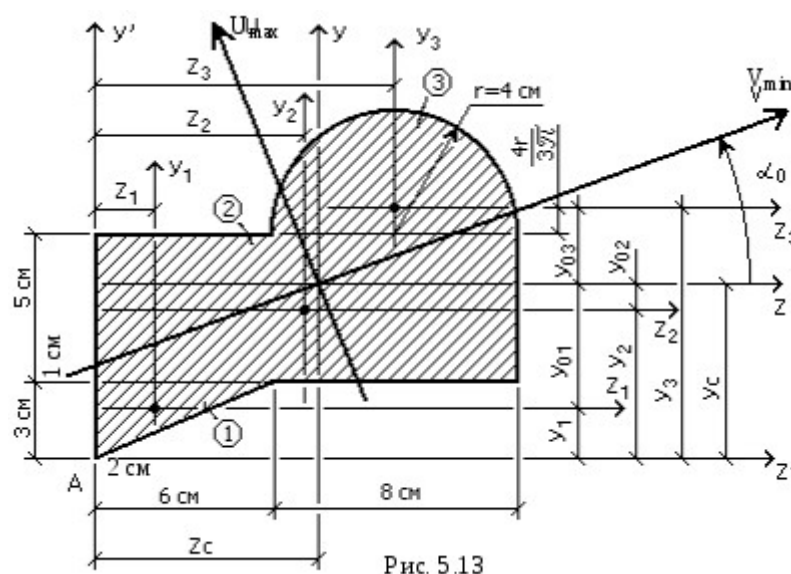

Рисунок 35
**Требуется** определить величины главных центральных моментов инерции и положение главных центральных осей инерции для сечения, изображенного на рис. 35.
Расстояния zi и yi – от произвольно взятых осей Z' и Y' до центральных осей простых фигур показаны на рис. 35.